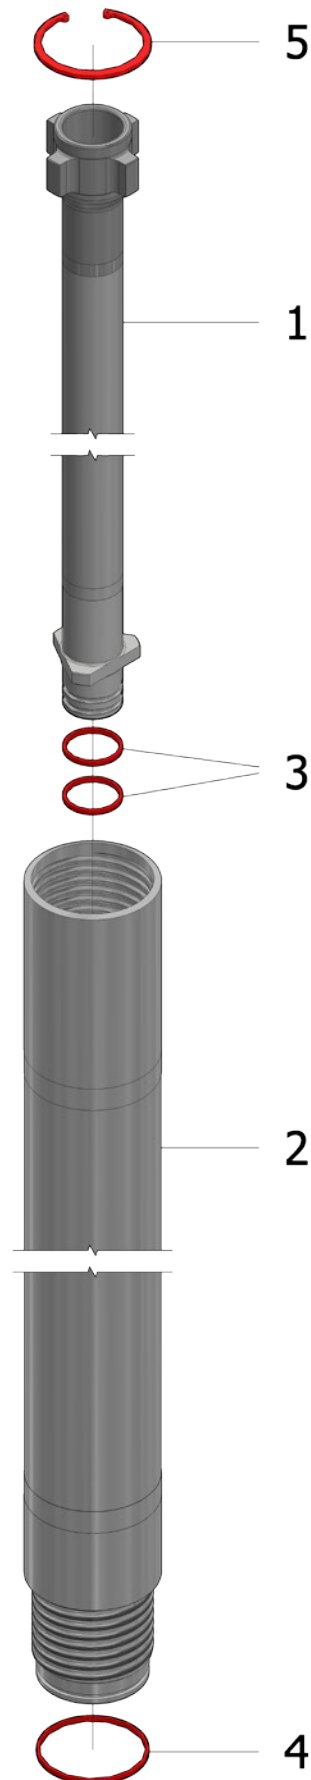

FIG. 3.15
D.114 D2 ROD: J-W114D210 (L=1000); J-W114D220 (L=2000); J-W114D230 (L=3000) (REF. FIG. 3.15)